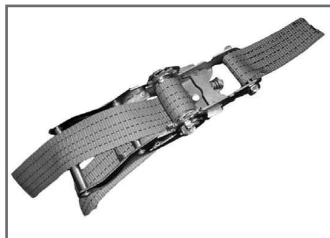

рис. 8
6.34 Расфиксировать стяжные ремни на накидке в следующей последовательности (см. Рис. 8):